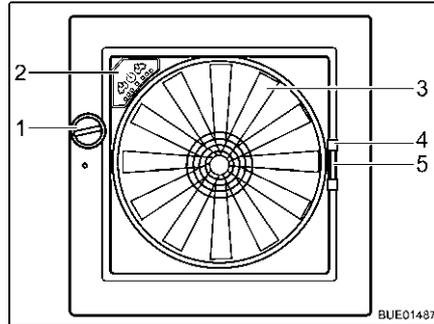

Fig. 85 Oblò Omni-Vent
**Apertura:** ■ Ruotare la manopola (Fig. 85,1), finché non si raggiunge l'angolo di apertura desiderato.
**Chiusura:** ■ Ruotare la manopola (Fig. 85,1), finché l'oblò non è completamente chiuso.
**Chiusura:** ■ Tirare la zanzariera per l'impugnatura (Fig. 85,4) verso il lato opposto del telaio.
**Chiusura:** ■ Serrare la maniglia (Fig. 85,5) dell'oscurante.
Se l'oblò è aperto, l'abitacolo può essere ventilato e sfiato con il ventilatore a 6 stadi (Fig. 85,3). Il ventilatore si controlla dal quadro di comando (Fig. 85,2).